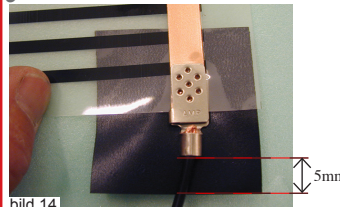
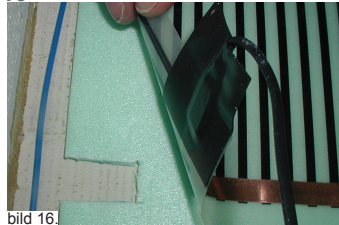

bild 14.
bild 15.
- Placera dessa på vardera sida om krimpanslutningen. Tejpen måste täcka krimpen med minst 5mm marginal till kanterna, bild 14, bild 15. Upprepa detta för alla krimpanslutningar.